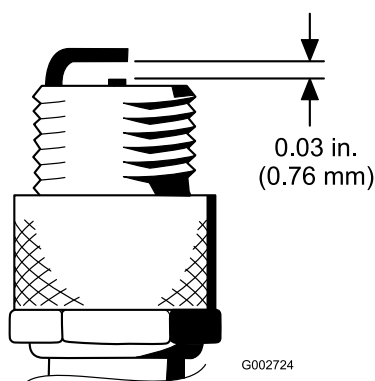

Figura 52
4. Impostate la distanza tra il centro e il lato degli elettrodi a 0,76 mm (Figura 52).